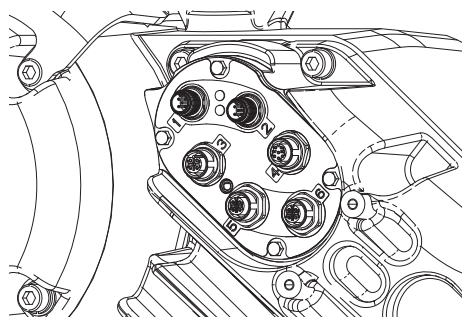

FIG. 27
2. Coloque o interruptor de desativação (M) em OFF.
- a. Remova a tampa do alojamento do acionador (HC).
- c. Solte o dispositivo de enrolamento do cabo (CG).
- d. Retire os fios do alojamento do acionador puxando-os pelo dispositivo de enrolamento do cabo (CG).
- e. Desligue os cabos ligados às portas 1-6 no lado do acionador, conforme indicado na FIG. 27.